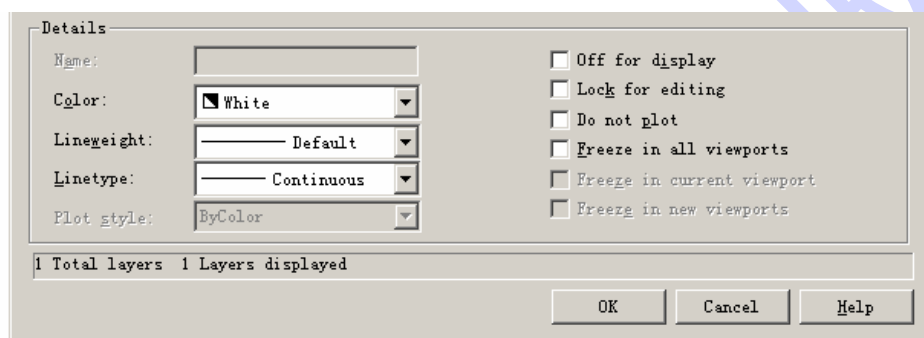

图 7-21 Details 设置区
(3) Current。设置当前层。具体操作是：首先选取要设置的当前层，然后单击 Current 按钮，最后单击 OK 按钮。用户也可以通过双击图层名使该图层变为当前图层。
(4) New。建立新图层。具体操作是单击 New 按钮，AutoCAD 会自动建立名为 Layer n (n 是自然数) 图层。该图层的线型、颜色以及其他所有信息与 0 层相同。用户可以定义自己所需要的图层特征。
(5) Show/Hide Details。显示或隐藏所选图层的详细资料。单击 Hide Details 选项按钮，出现如图 7-21 所示的详细的描述信息。